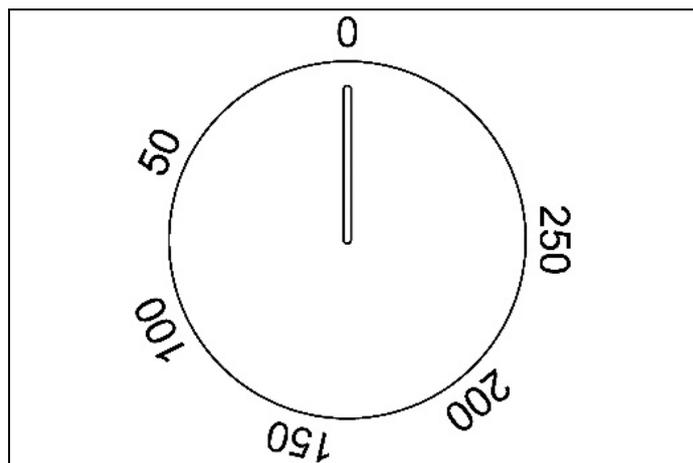

Fig. 20
Ruotando in senso orario la manopola (Fig. 20 ), allineare la temperatura prescelta che si trova sulla ghiera con l'indice serigrafato sul frontalino. L'intervento del termostato è segnalato dalla spia arancione la quale si spegnerà quando la temperatura interna del forno avrà superato di 10 °C quella impostata, e si accenderà quando scenderà di 10 °C sotto la temperatura impostata. Il termostato può comandare le resistenze forno solamente se il commutatore a cui è abbinato si trova in una delle possibili modalità di funzionamento delle resistenze forno; nel caso che il commutatore sia sulla posizione 0, il termostato non ha più nessuna influenza sulle resistenze forno le quali rimangono disinserite.
- Ruotare la manopola della temperatura (Fig. 20 ) in senso orario per selezionare la temperatura desiderata. La luce arancione si spegne una volta che il forno ha raggiunto la temperatura scelta ed è pronto per l'uso. È normale che questa luce si accenda e si spenga durante la cottura, poiché indica che gli elementi riscaldanti funzionano per mantenere costante la temperatura. (Il funzionamento del forno è indicato dal display del programmatore)